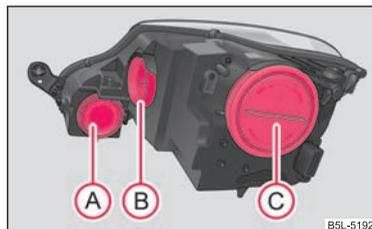

Fig. 193 **Fari anteriori: posizione di montaggio delle lampadine**
Posizioni delle lampadine nel faro anteriore ⇒ fig. 193.
- Rimuovere la calotta di protezione in gomma ⑥ → pag. 229, fig. 193.
- Rimuovere la calotta di protezione di gomma (A) ⇒ pag. 229, fig. 193.
- Scollegare il connettore ①.
- Premendo verso il basso lo zoccolo della lampada estrarre la lampadina difettosa dal portalamпада ② e inserirne una nuova.
- Estrarre la lampadina difettosa dal portalamпада ② ruotandola nel senso indicato dalla freccia e inserirne una nuova procedendo in ordine inverso.